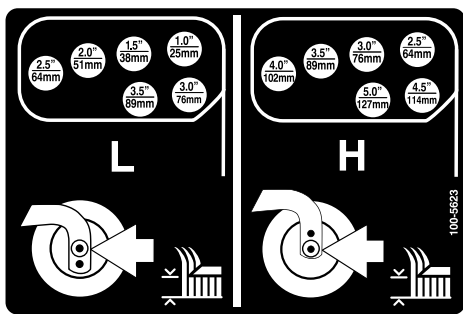

Figura 23
7. Gire la varilla tensora para elevar o bajar el brazo de pivote hasta que los taladros estén alineados con los taladros seleccionados del soporte de ajuste de la altura de corte en el bastidor de la carcasa de corte (Figura 22 y Figura 23).